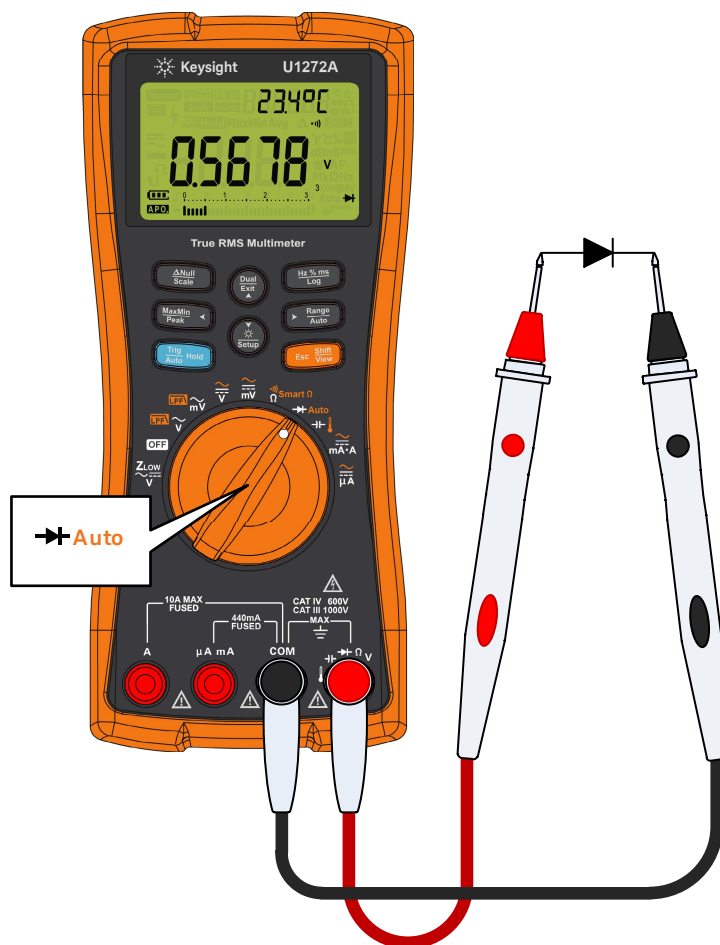

图 2-21 测试正向偏压二极管
- 1 要测试电路以外的二极管，可将旋转开关转到 \rightarrow/\rightarrow Auto，并按图 2-21 所示设置万用表。
将万用表的旋转开关转到  **Auto**，并按图 2-21 所示设置万用表。